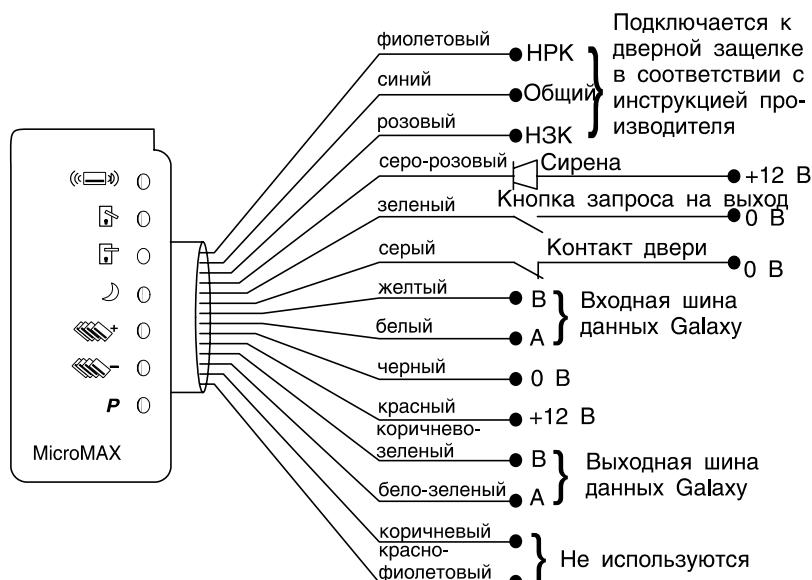

Рис. 5.1. Подключение MicroMAX.
1. Подключить MicroMAX (см. рис. 5.1).
1. Подключите считыватель к шине данных панели (см. рис. 5.1). Если MicroMAX последний модуль нашине, подключите к выходным контактам шины данных оконечный резистор 680 Ом. Подайте на модуль питание 12 В.